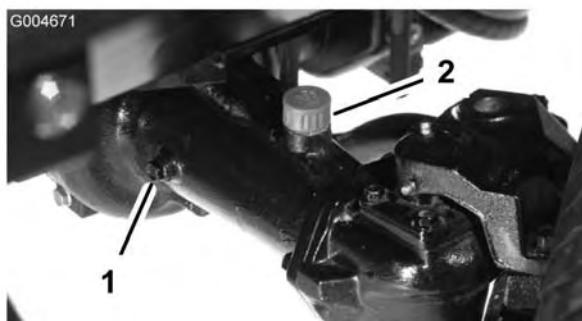

Figura 12
- Retire un tapón de verificación de un extremo del eje (Figura 12) y asegúrese de que el lubricante llega al borde inferior del orificio. Si el nivel es bajo, retire el tapón de llenado (Figura 12) y añada suficiente lubricante para que el nivel llegue al borde inferior de los orificios de los tapones de verificación.